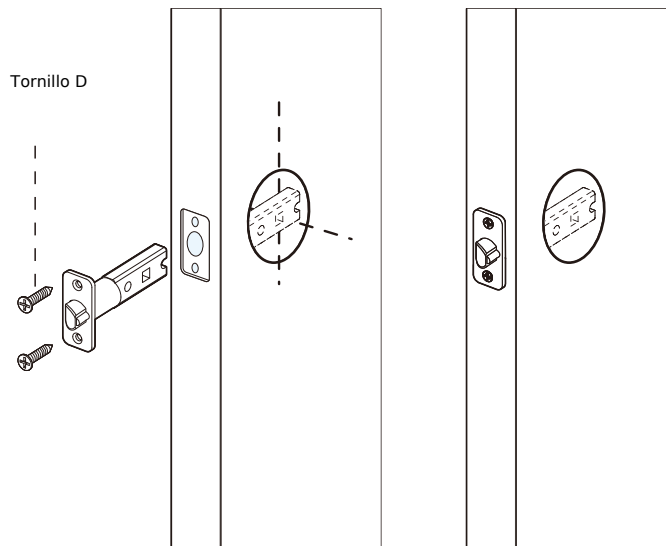

Fig. 1
2. Apriete y asegure el mortise (como se muestra en la Fig. 1 y Fig. 2).